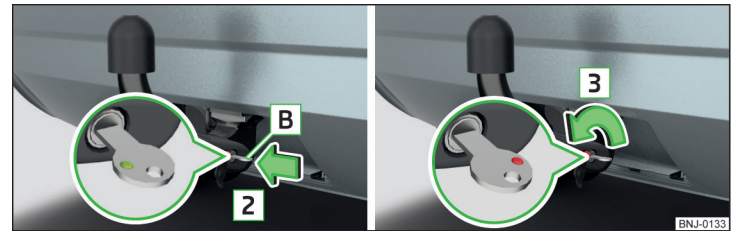

Abb. 150 Schlüssel in das Schloss stecken / Schloss entriegeln
- Den Schlüssel **B** in das Schloss in Pfeilrichtung **2** einstecken, sodass dessen grüne Markierung nach oben zeigt » Abb. 150.